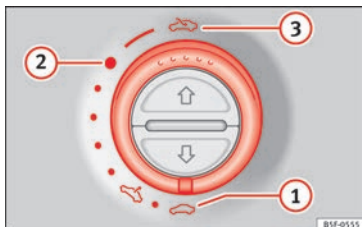

Fig. 13 Dans le ciel de pavillon : tourner la commande pour ouvrir et fermer.
- Ouverture : tourner la commande vers la position » fig. 13 (3).
- Position confort : tourner la commande vers la position » fig. 13 (2).
- Fermeture : tourner la commande vers la position » fig. 13 (1).